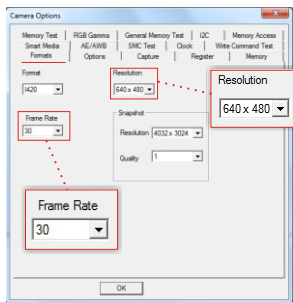

Рис.3
- В пункте **“Options”**, закладка **“Formats”** (рис.3) рекомендуется выбрать следующие настройки записи на жесткий диск: **Resolution** (Разрешение) “640x480” и **Frame rate** (Частота кадров) “30” (рис.3).